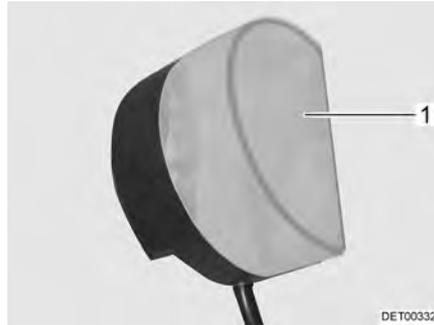

Fig. 242 Luci armadi guardaroba
- Comprimere leggermente e rimuovere la copertura della lampada (Fig. 242,1).